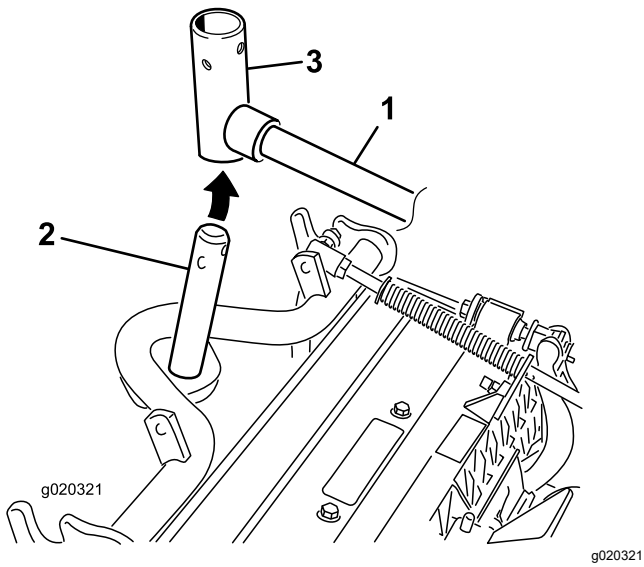

图 7
9. 对于前滚刀组在将承载架轴向上插入提升臂轴轭的同时把滚刀组滑到提升臂下方 (*图 7*)。
B. 将提升臂枢插入承载架轴的上方 (图 7)。